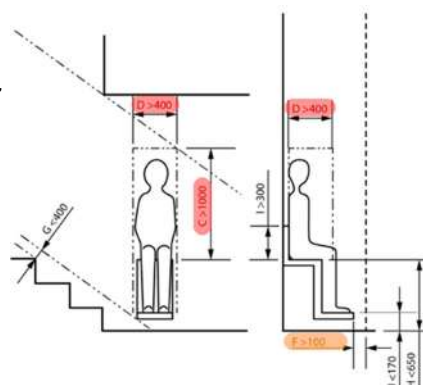

Fig 1
- u) Le distanze utente sono misurate a = larghezza minima di 400 mm, misurata a 200 mm in entrambe le direzioni dal centro della sedia. Profondità minima di 400 mm misurata dallo schienale della sedia. Altezza minima di 1000 mm tra il centro del sedile e qualsiasi limitazione di altezza durante l'intera lunghezza del viaggio. **Fig. 1**
- Per reimpostare il paracadute, caricare manualmente il montascale verso il basso, utilizzando una presa di azionamento da ¼ di pollice sull'albero di avvolgimento manuale del motore finché non si vede la piastra della camma OSG tornare nella sua posizione di marcia Fig 1.